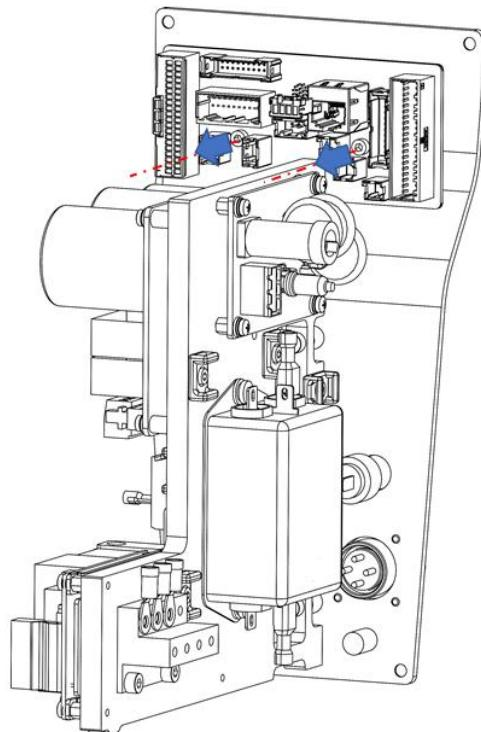

图 5-16 I/O 自由分配拆卸示意图
**步骤3** 使用 2.5 号内六角扳手拧松 I/O 自由分配 PCBA 上的固定螺钉并取下，螺钉位置如图 5-16 所示。